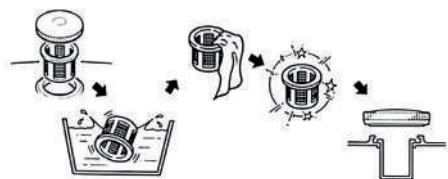

РИС. 12
Визуально проверяйте состояние сетчатого фильтра в горловине (2). При наличии загрязнений извлеките и очистите его (Рис. 12). Повреждённый фильтр подлежит замене.